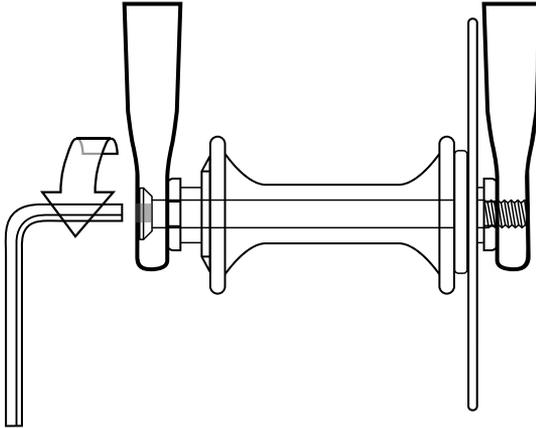
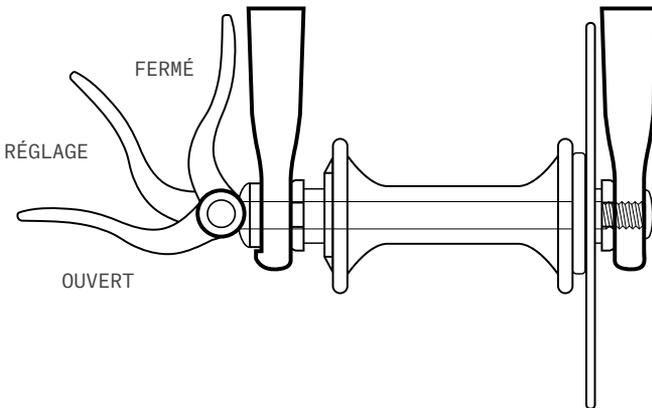

fig.12a
fig.12b
a. Réglage du mécanisme d'un axe traversant (fig.12a et 12b)
L'axe traversant se glisse dans le trou non fileté dans le cadre ou la patte de fourche, dans le moyeu de roue, et se visse directement dans la patte de fourche opposée en serrant l'axe traversant. Habituellement, on utilise une clé hexagonale (fig.12a) ou un levier à déblocage rapide (fig.12b). Veuillez vous référer aux instructions du fabricant pour des informations spécifiques sur le fonctionnement de votre axe traversant, y compris les spécifications de couple et les informations de réglage du levier.
- 4) Si votre vélo est équipé de roues à axe traversant (fig.12a et 12b), desserrez, puis retirez l'axe traversant selon les instructions du fabricant, puis démontez la roue avant.
- c) Avec un système à axe traversant, serrez l'axe traversant (fig.12a et 12b) conformément aux instructions du fabricant.
- 5) Si votre vélo est équipé d'un système de montage de roue arrière à axe traversant (fig. 12a et 12b), desserrez et retirez l'axe traversant conformément aux instructions du fabricant.
- c) Avec un système à axe traversant, serrez l'axe traversant (fig.12a et 12b) selon les instructions du fabricant.